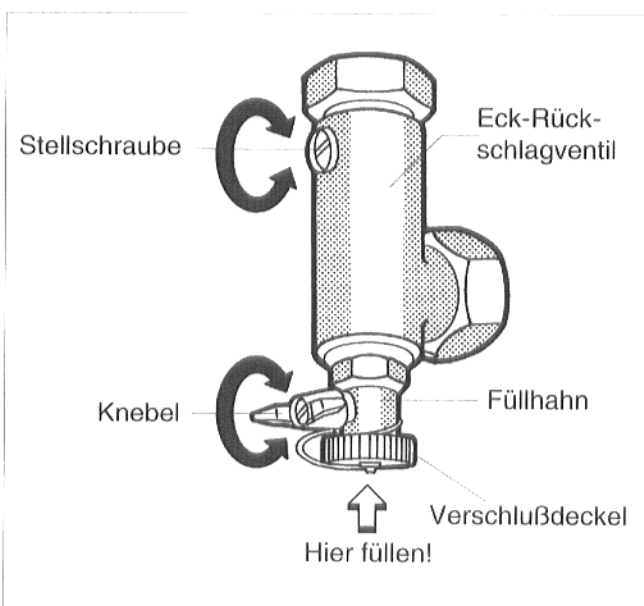

Abb. 11
- Schraubenschlitz der Stellschraube des Eck-Rückschlagventiles in senkrechte Stellung (immer geöffnet) bringen (Abb. 11).
- Verschlußdeckel des Füllhahnes abschrauben, Füllschlauch aufschrauben und Knebel des Füllhahnes in senkrechte Stellung bringen (öffnen) (Abb. 11).
- Anlage am Füllhahn ca. 1/2 Minute lang langsam füllen (Abb. 11).
- Schraubenschlitz der Stellschraube des Eck-Rückschlagventiles in waagerechte Stellung (Betriebszustand) bringen (Abb. 11).
- Anlage am Füllhahn weiterfüllen (Abb. 11).